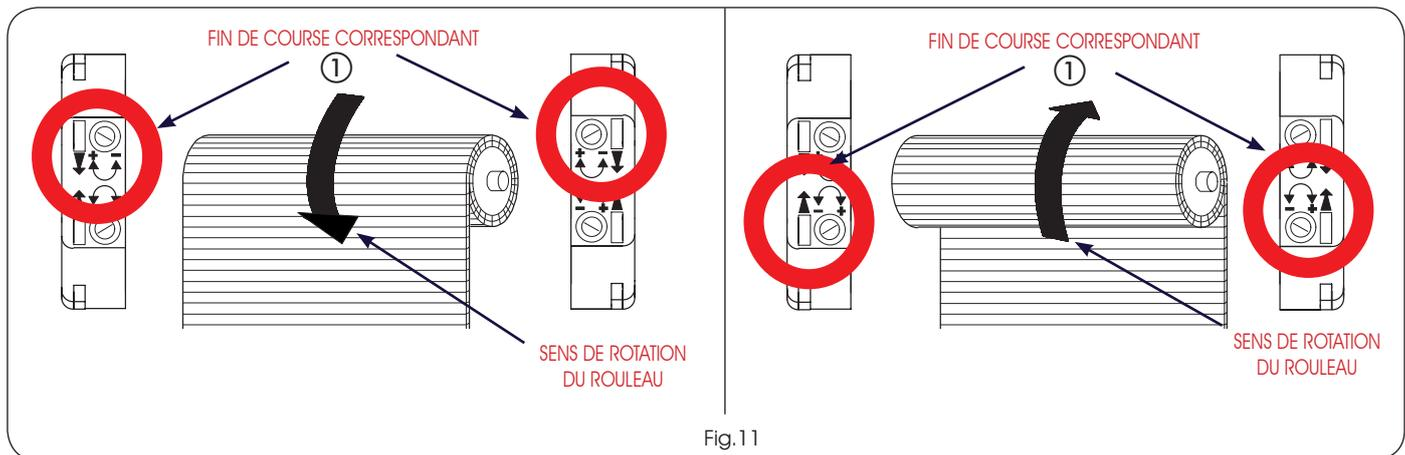

Fig.11
Pour faciliter l'identification des vis de réglage des fins de course, faire référence aux figures 11 - 12 suivant le côté de montage du moteur (DR ou GAU), et à la configuration du caisson (interne ou externe).
- 2) Avec l'outil de réglage, tourner la vis du fin de course correspondant au sens de rotation de descente du rouleau (Fig.11 réf.①), vers le signe plus (+) pour augmenter la course du rideau à enroulement, vers le signe moins (-) pour la diminuer.